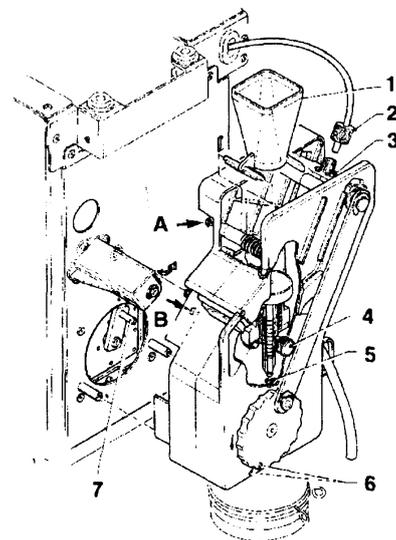

Рис. 17
- снимите с верхнего поршня тефлоновую трубку, соединяющую его с бойлером (см. Рис. 17);
- Ослабьте винты А и В настолько, чтобы можно было снять кофейную воронку (см. Рис. 17);